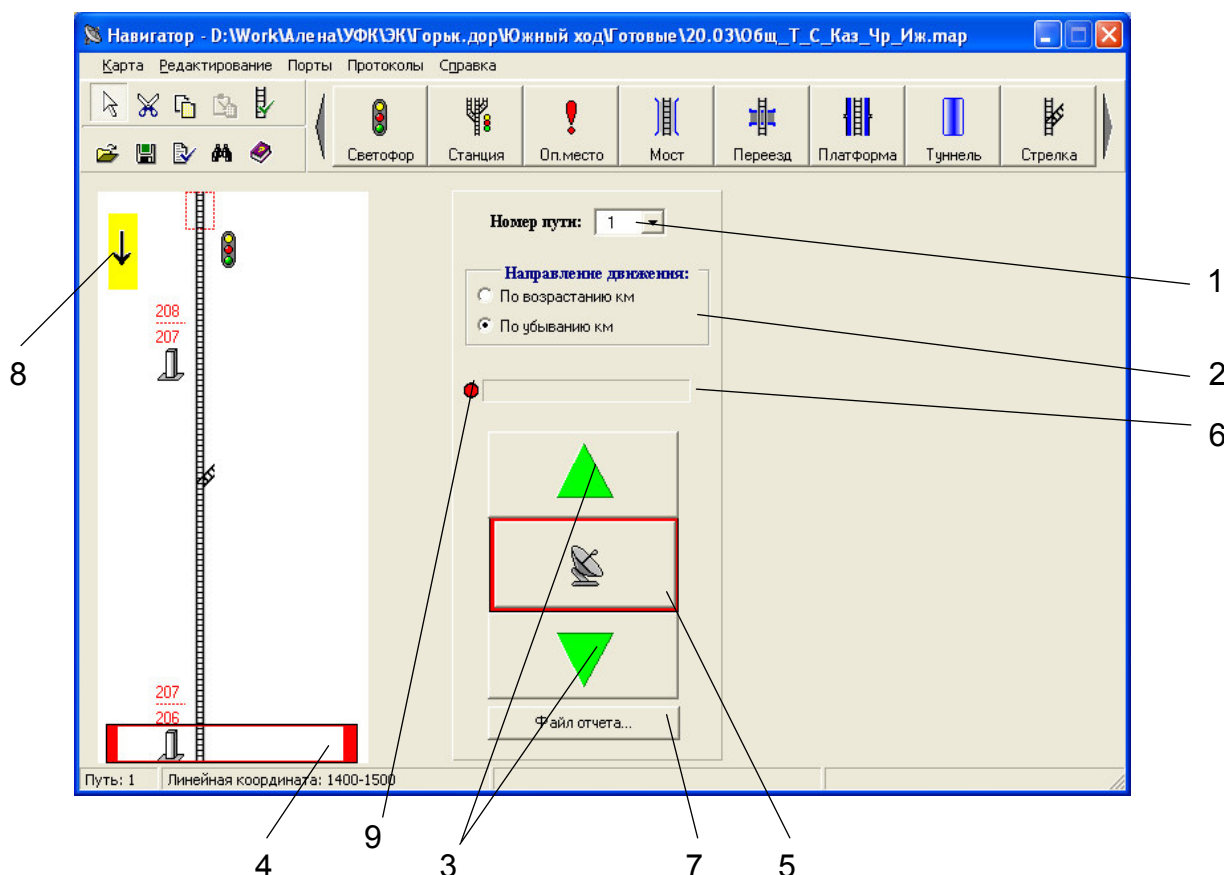
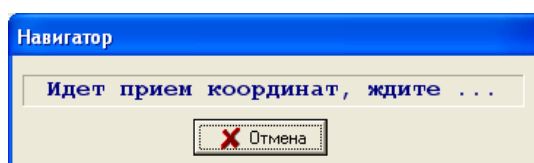
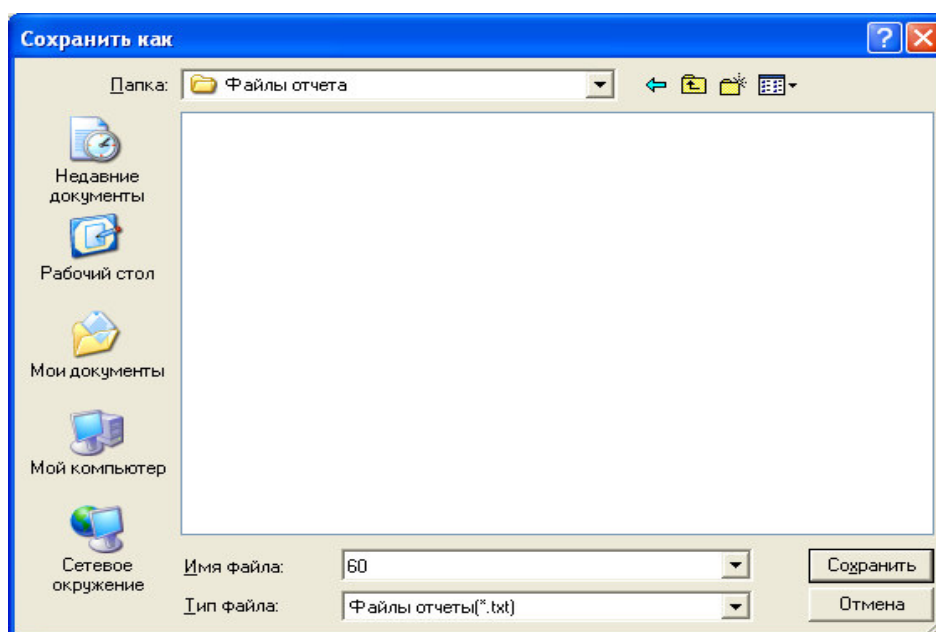
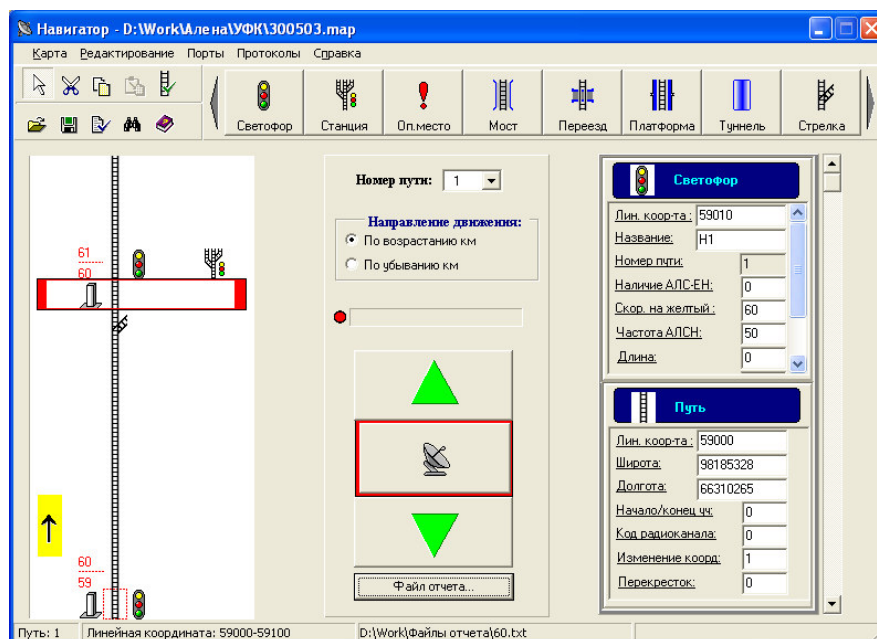

Рисунок 2.29
Рисунок 2.30
Рисунок 2.31
Рисунок 2.32
2.3.3.6 Перед началом движения укажите (рисунок 2.29):
При правильной работе навигационного приемника индикатор получения сообщений от спутника (рисунок 2.29, поз.9) периодически меняет свой цвет с зеленого на красный. В момент проезда подвижным составом отмеченного километрового столба нажмите левой клавишей мыши кнопку с изображением параболической антенны (рисунок 2.29, поз.5). При этом появляется окно с сообщением «Идет прием координат» (рисунок 2.30), после чего в поле (рисунок 2.29, поз.6) появится надпись зеленого цвета – «Решение достоверно» или надпись красного цвета – «Решение недостоверно» (в этом случае координаты не записываются). После завершения чтения географических координат с приемника и окончания их записи в поля «Широта» и «Долгота» окно с сообщением исчезает, а сама карта прокручивается в направлении движения к следующему километровому столбу.
Если окно с сообщением «Идет прием координат» (рисунок 2.30) «зависает» на время более 5 с, нажмите для его закрытия клавишу «Отмена». Далее следует проверить правильность указания номера порта в меню «Порты», затем проверить надежность соединения компьютера с навигационным приемником, проверить надежность электропитания приемника и компьютера, а также убедиться в том, что антенна не экранирована от спутников.
2.3.3.7 Для контрольной записи географических координат в программе «Navigator» предусмотрено формирование файла отчета (рисунок 2.29 поз.7), в который ежесекундно записываются текущие географические координаты. Промежуточные результаты хранятся в памяти персонального компьютера в файлах с расширением «*.txt», которые затем обрабатываются с помощью программы «ReadLog». Работа в программе «ReadLog» описана в 2.3.4.1.
Для создания файла нажмите клавишу «Файл отчета» (рисунок 2.29, поз.7), затем в открывшемся окне (рисунок 2.31) задайте путь и имя файла и нажмите клавишу «Сохранить». С этого момента в созданный файл, отраженный в строке состояния (рисунок 2.32) осуществляется запись информации, поступающей от навигационного приемника, с периодичностью 1 секунда. Заккрытие файла (остановка записи) производится либо сохранением карты через Главное меню программы «Navigator» (при этом исчезает ссылка в строке состояния), либо созданием нового файла отчета. В момент сохранения нового файла происходит закрытие предыдущего, а запись информации продолжается во вновь созданный файл.